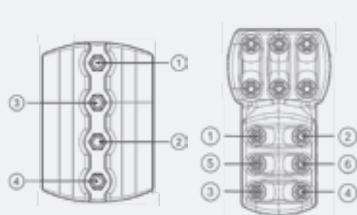

Figura 1.
- 5 Posteriormente, aplicar el 60% del torque especificado en la **Tabla 1** con ayuda de un torcómetro (o llave dinamométrica) en el orden que se muestra en la **Figura 1** (De acuerdo a cada tipo de conector). Posteriormente, repetir este procedimiento hasta alcanzar el 100% del valor citado. Para garantizar el apriete de los pisacables, prensatubo o prensapin, la separación en ambos lados con la superficie del cuerpo del conector debe ser parejos y uniformes como se muestra en la **Figura 2**.